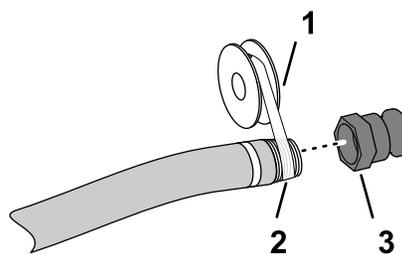

図 4
5. 給水ホースのフィッティング 1", NPT に、PTFE ねじ山シーラント 図 4 を巻き付ける。
6. 給水ホースにクイックディスコネクットのカップリングを取り付けて手締めする 図 4。